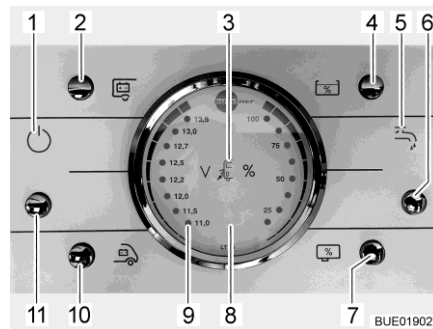

Fig. 204 Panel LT 96
El pulsador (Fig. 204,11) conecta y desconecta el panel y la alimentación de 12 V del habitáculo.
Conectar: ■ Pulsar el pulsador (Fig. 204,11): La alimentación de 12 V del habitáculo está conectada. La luz de control (Fig. 204,1) se enciende.
Desconectar: ■ Pulsar el pulsador (Fig. 204,11): La alimentación de 12 V del habitáculo está desconectada. La luz de control (Fig. 204,1) se apaga.
Observar la escala izquierda del instrumento indicador V/depósito (Fig. 204,8). El instrumento indicador se ilumina automáticamente al accionar el pulsador.
- Pulsar el pulsador (Fig. 204,10): Indica la tensión de la batería del motor de arranque.
- Pulsar el pulsador (Fig. 204,2): Indica la tensión de la batería del habitáculo.
Observar la escala derecha del instrumento indicador V/depósito (Fig. 204,8). El instrumento indicador se ilumina automáticamente al accionar el pulsador.
- Pulsar el pulsador (Fig. 204,4): Indica la cantidad de agua.
- Pulsar el pulsador (Fig. 204,7): Indica la cantidad de aguas residuales.
- Pulsar el pulsador (Fig. 204,6): El suministro de agua está conectado. La luz de control de bomba de agua (Fig. 204,5) está iluminada.
- Pulsar el pulsador (Fig. 204,6): El suministro de agua está desconectado. La luz de control de bomba de agua (Fig. 204,5) se apaga.
La luz roja de "ALARMA" (Fig. 204,9) parpadea en cuanto la tensión de la batería del habitáculo baja de 11 V (medición durante el servicio) y hay peligro de descarga completa.
La luz de control de 12 V (Fig. 204,1) estará encendida si el pulsador principal de 12 V (Fig. 204,11) está conectado.
Se enciende la luz de control de 230 V (Fig. 204,3) cuando hay tensión de red en la entrada del bloque eléctrico.